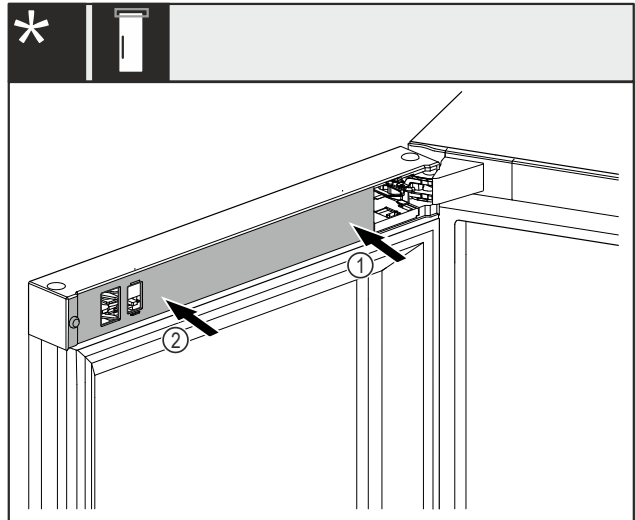

Fig. 33
- Futni në fillim kapakun mbulues Fig. 33 (1) në anën e bazamentit mbështetës dhe mbërthejeni.
- Futni kapakun mbulues Fig. 33 (2) në anën e jashtme dhe mbërthejeni.